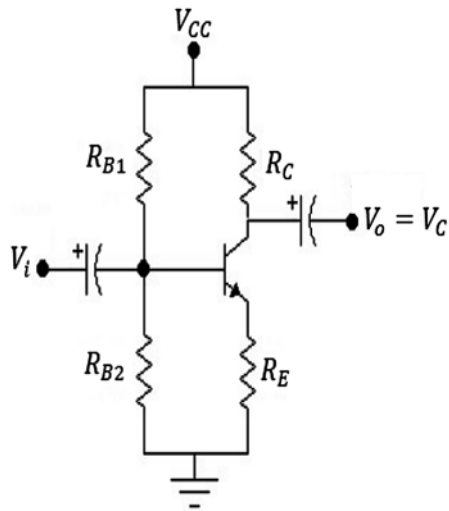

Figura 4.66 Diseño de circuitos con transistores. Fuente: Elaboración propia
- h) Diseñe el circuito de la figura 4.66 de modo que $A_v = -2$ (mida o consulte el β del transistor).